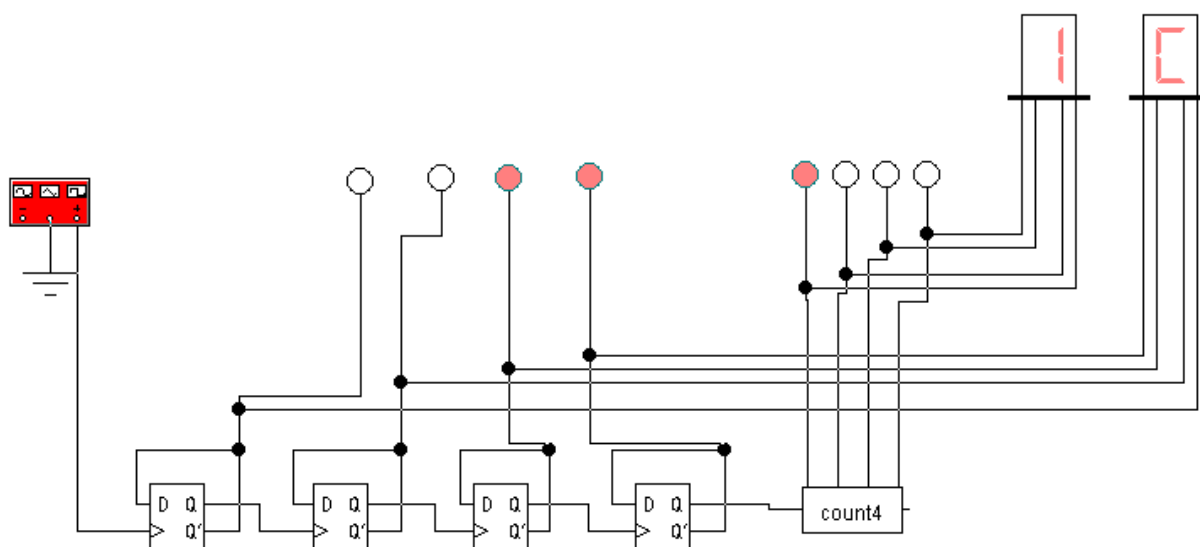

Рис. 3. Последовательное соединение двух 4-разрядных счетчиков для подсчета импульсов в диапазоне до 8-битного числа
2.1. Соберите или откройте готовый файл (счетчик2.ewb) со схемой, представленной на рис. 3.
На рис. 3 приведен момент работы счетчика с количеством подсчитанных импульсов, равным 1С (отображение на цифровом индикаторе в шестнадцатеричном представлении), или 00111000 (отображение в двоичном представлении с помощью светодиодов).